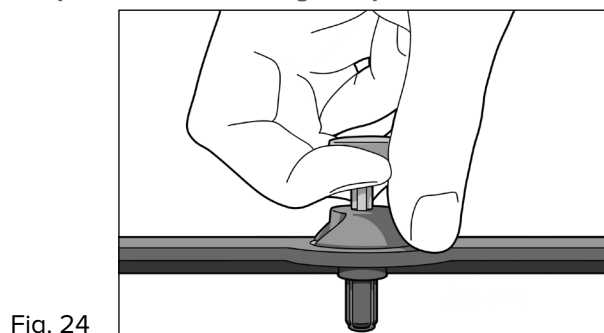

Fig. 24
1. Ta bort den anteriora masken genom att dra upp stiftet och samtidigt hålla emot på kupan. Upprepa med alla 6 stift. Ett klick hörs, vilket indikerar att den anteriora masken kan tas av. (Fig. 24)